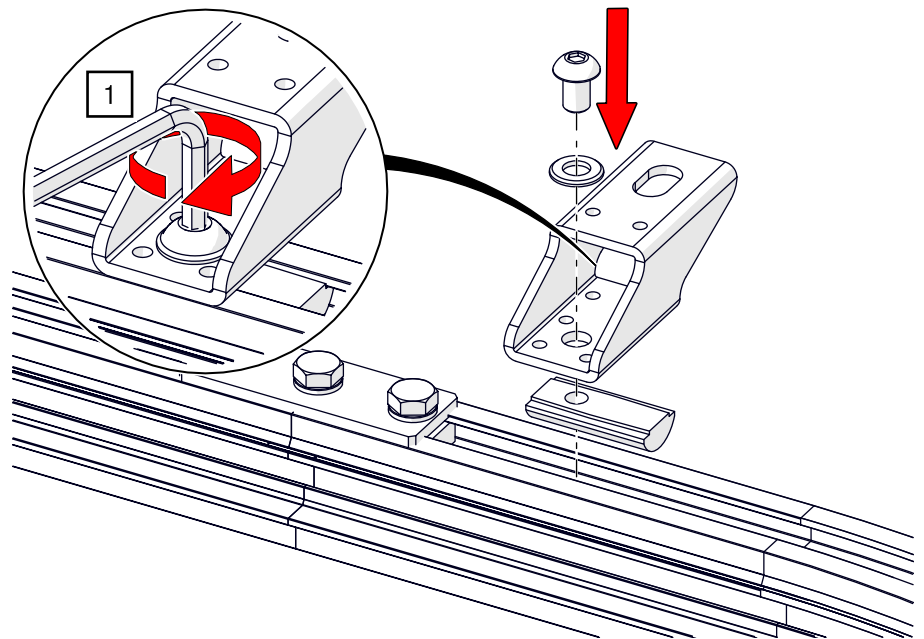

Abb. 51: Deckenmontage – Abhängung am Schienenprofil montieren
1. Legen Sie den Nutenstein lose in das Schienenprofil ein und montieren Sie die Abhängung an der Schiene mit einem ISK SW 6 (siehe Abb. 51).